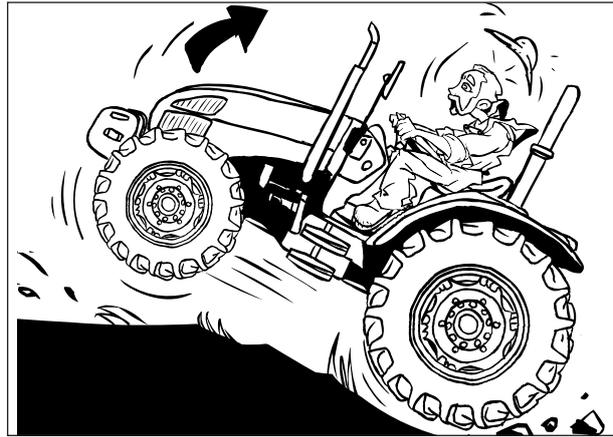

Abb.2-29
- Bäumt der Traktor vorne auf, ist schnell auszukuppeln (Abb. 2-29).
- Ist der Traktor auf Morastboden oder im Gelände festgefahren, NICHT versuchen, nach vorn herauszufahren. Der Traktor könnte um die Hinterachse durchdrehen und umkippen (Abb. 2-29). Die montierten Ackerbaugeräte ausheben oder abnehmen und versuchen, RÜCKWÄRTS ZU FAHREN. Führt auch dies zu keinem Ergebnis, muss der Traktor mit einem geeigneten Fahrzeug herausgezogen werden.